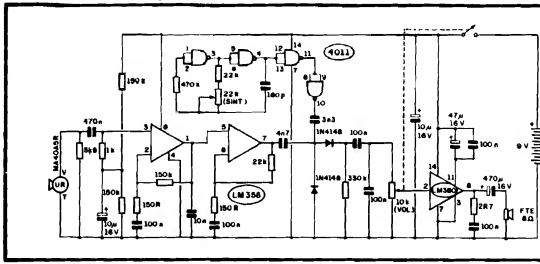

Fig. 1
- FIG. 1 - O CIRCUITO - O "escutador" do SOULS é uma cápsula muito específica, um transdutor ultra-sônico piezo, tipo "receptor" (não serviriam, no caso, cápsulas ultra-sônicas do tipo "emis-